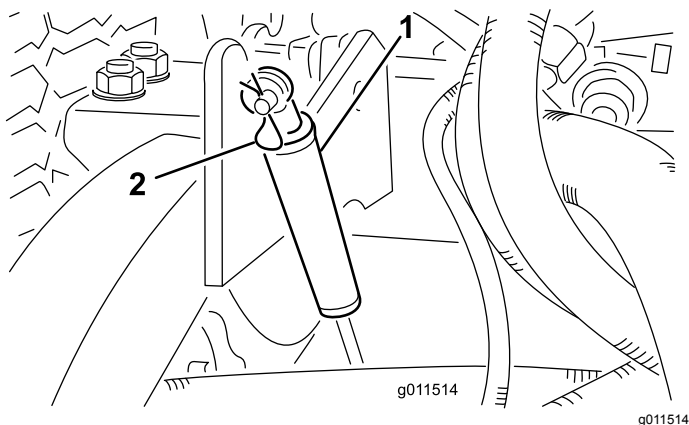

Figure 100
2. Retirez la goupille fendue qui fixe les amortisseurs aux bras de levage (Figure 100).